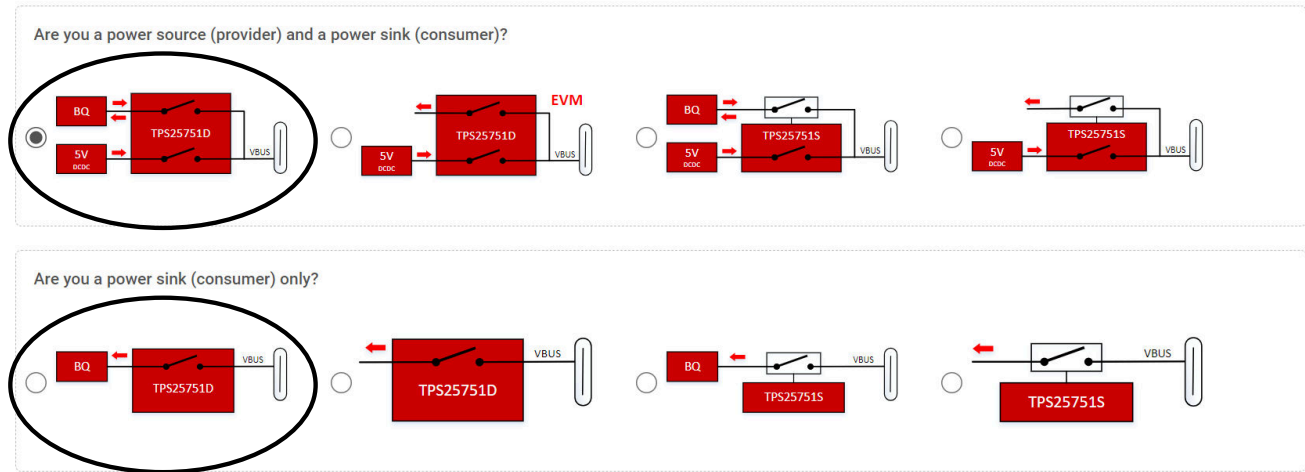

図 4-10. TPS25751D + BQ の構成
1. アプリケーション カスタマイズ ツールを開き、図 4-10 に示すように、次の TPS25751D + BQ 構成のいずれかを選択します。